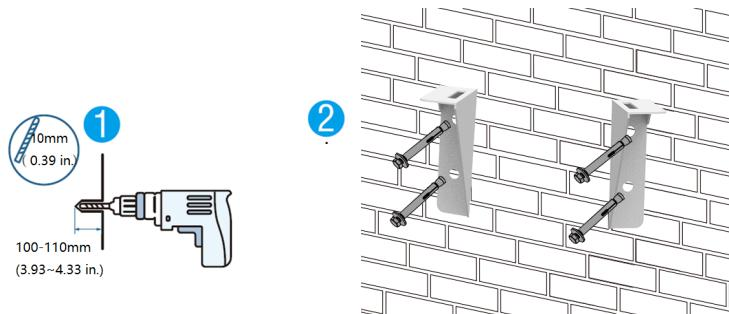

Abbildung 4-3
- b) Wählen Sie den empfohlenen Bohrkopf (Abbildung 4-3) und bohren Sie 4 Löcher von 100 mm - 110 mm Tiefe in die Wand.
c) Befestigen Sie die Batterie mit einem geeigneten Hammer an der Wand und setzen Sie die Dehnschrauben in die Löcher ein, wie in Abbildung 4-3 dargestellt.